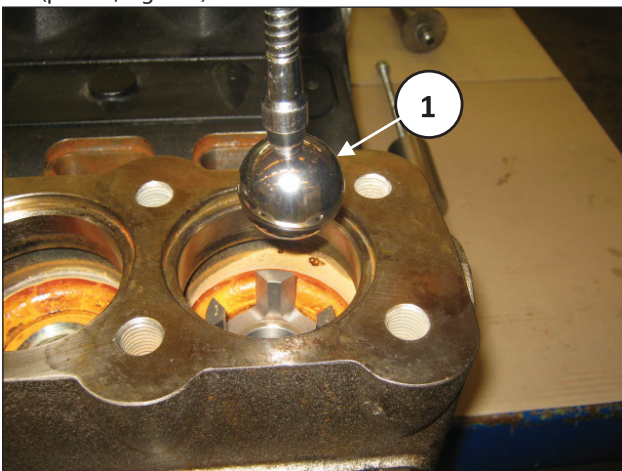

Fig. 104
- D) Extraia as esferas, usando um ímã ou outra ferramenta (pos. ①, Fig. 104).